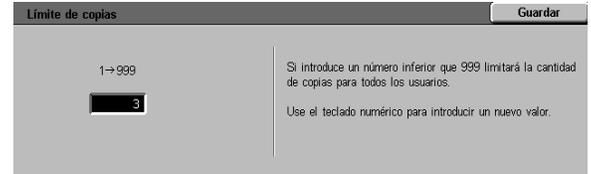

Figura 36: Límite de copias
- En la pantalla Límite de copias (Figura 36), utilice el teclado numérico para introducir la cantidad máxima (1-999) de copias/juegos de copias permitida.